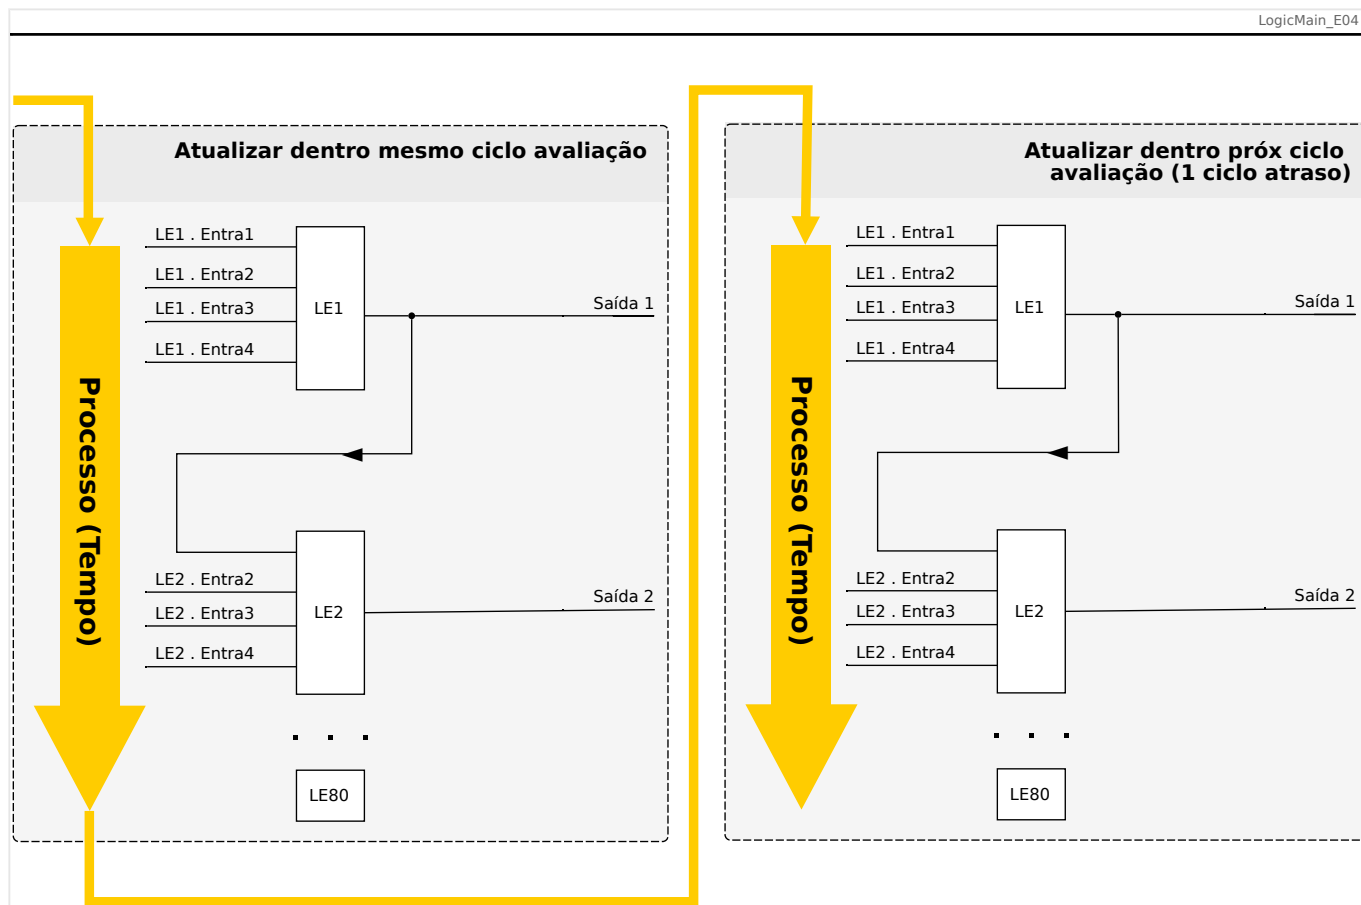
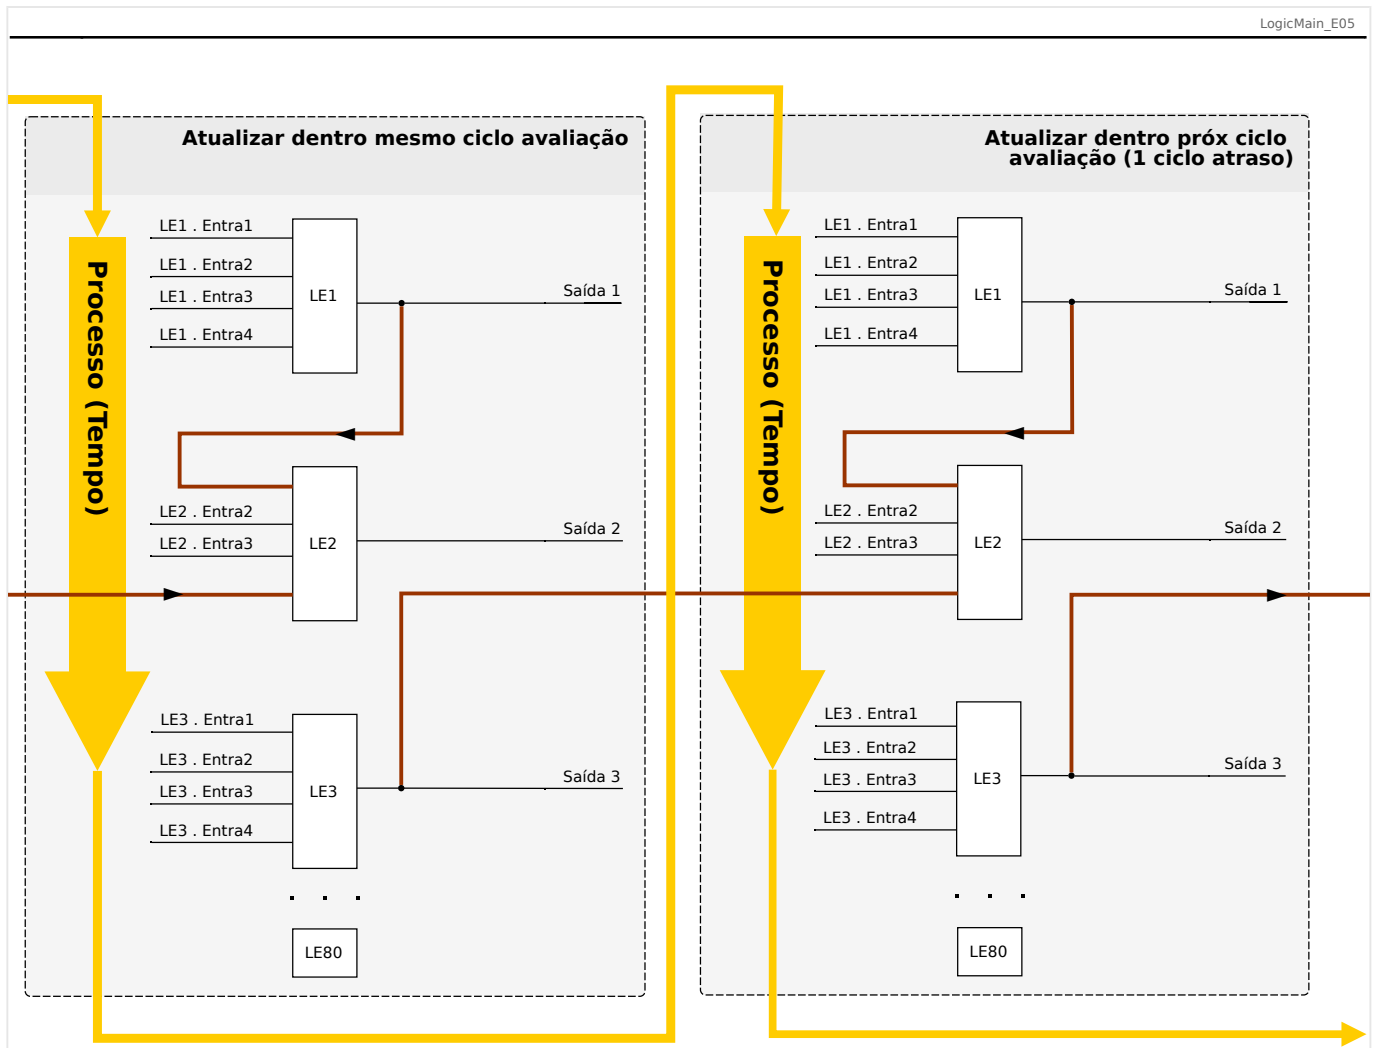

Fig. 157: Em cascata crescente.
Fig. 158: Em cascata decrescente.
- Sequência **ascendente** significa que alguma saída é alimentada na entrada de uma equação lógica com o número **mais alto**. Por exemplo, o diagrama  Fig. 157 abaixo mostra um exemplo em que o resultado da Equação Lógica LE1 é usado como uma entrada da Equação Lógica LE2.
- Sequência **descendente** significa que alguma saída é alimentada na entrada de uma equação lógica como número **mais baixo**. Por exemplo, o diagrama  Fig. 158 mostra um exemplo em que o resultado da Equação Lógica LE3 é usado como uma entrada da Equação Lógica LE2.
Tanto a sequência ascendente como a descendente podem ser usadas e combinadas entre si, sem diferença imediata. Contudo, devido à avaliação de todas as equações em ordem ascendente, os valores de tempo de execução reais que são alimentados na entrada de uma equação terão uma “idade” diferente, como mostrado em  Fig. 157 e  Fig. 158 abaixo.
No exemplo mostrado em Fig. 158 acima, a “Equação Lógica 2” usa os estados de saída de duas outras equações, “Equação Lógica 1” e “Equação Lógica 3”. O resultado da “Equação Lógica 1” é usado em ordem ascendente e, portanto, foi avaliado dentro do mesmo ciclo do processo. O resultado da “Equação Lógica 3” é usado em ordem descendente e, portanto, foi avaliado dentro do ciclo de processo anterior.